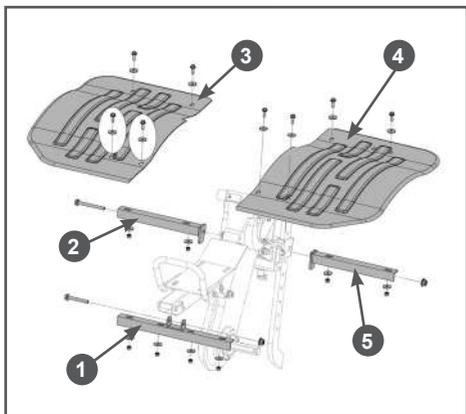

Рис. 12 Установка защитных крыльев
- Установите на раму мотоблока передний 1 и задние 2 и 5 кронштейны защитных крыльев с помощью болтов и гаек из комплекта крепежа (Рис. 12).
- Установите на кронштейны 1,2,5 крылья правое 3 и левое 4 защитные крылья, используя болты, шайбы и гайки из комплекта крепежа (Рис. 12).